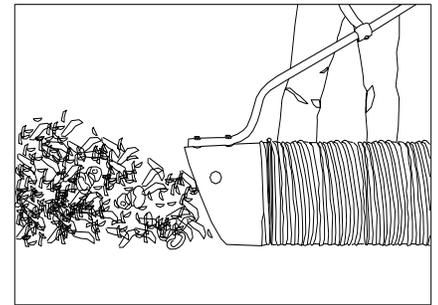
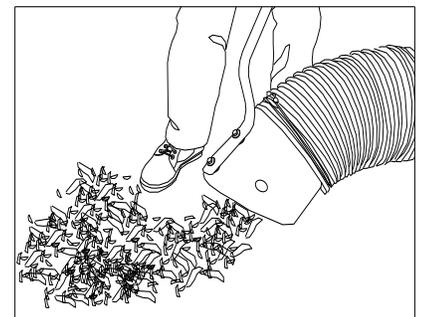

Abb. 3
Abb. 4
**EINLASSBETRIEB:** Bei laufender und vollständig montierter Maschine, bewegen Sie die Düse in schwingenden Bewegungen über den Schmutz. Lassen Sie zusammen mit dem Schmutz immer Luft in die Düse strömen. Blockieren Sie niemals vollständig die Düse, wenn Sie saugen, da dies die Leistung reduziert und Verstopfungen fördert (Siehe Abb. 3). Um schwereren Schmutz zu entfernen, oder Schmutz, der am Boden haftet, schütteln Sie die Düse nach vorne, um die Saugkraft um den Schmutz herum zu erhöhen (Siehe Abb. 4).